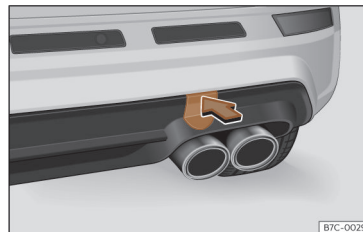

Fig. 189 Du côté droit du pare-chocs arrière : retirer le cache.
Le logement de l'œillet de remorquage à visser se trouve sur la partie droite du pare-chocs arrière, derrière un cache >>> **fig. 189**.
- Appuyez sur la partie supérieure du cache >>> fig. 189 afin de le dégager.